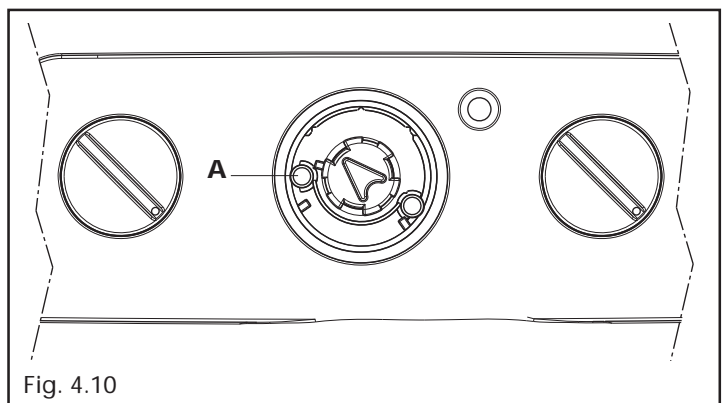

Fig. 4.10
- al termine della fase di lenta accensione è possibile regolare entro 30 secondi il minimo riscaldamento agendo con un piccolo cacciavite a taglio, attraverso il foro (A) posizionato in corrispondenza del potenziometro P4 (fig. 4.10)